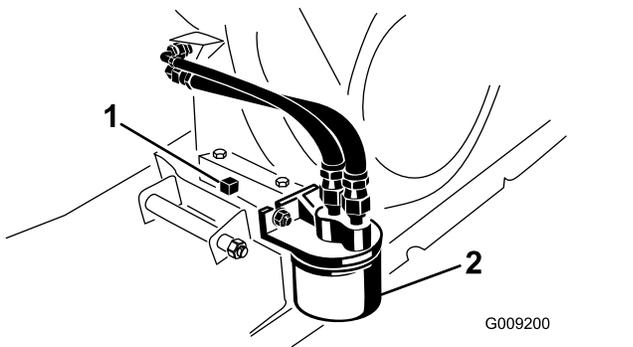

图 34
6. 在排油塞下方放一个放油盘图 34。
7. 取出排油塞和密封件图 34。
2. 拆下现有机油滤芯图 34。
4. 将新滤芯拧到滤芯适配器上直至垫片接触到安装板然后将滤芯旋紧 1/2 至 3/4 半圈图 34。